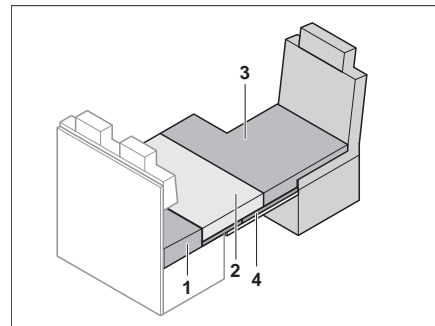

Fig. 162 Après la transformation
- Placer le coussin supplémentaire (Fig. 162,3) sur le siège conducteur.
- Placer le coussin d'assise (Fig. 162,2) sur le support pour lit de secours.